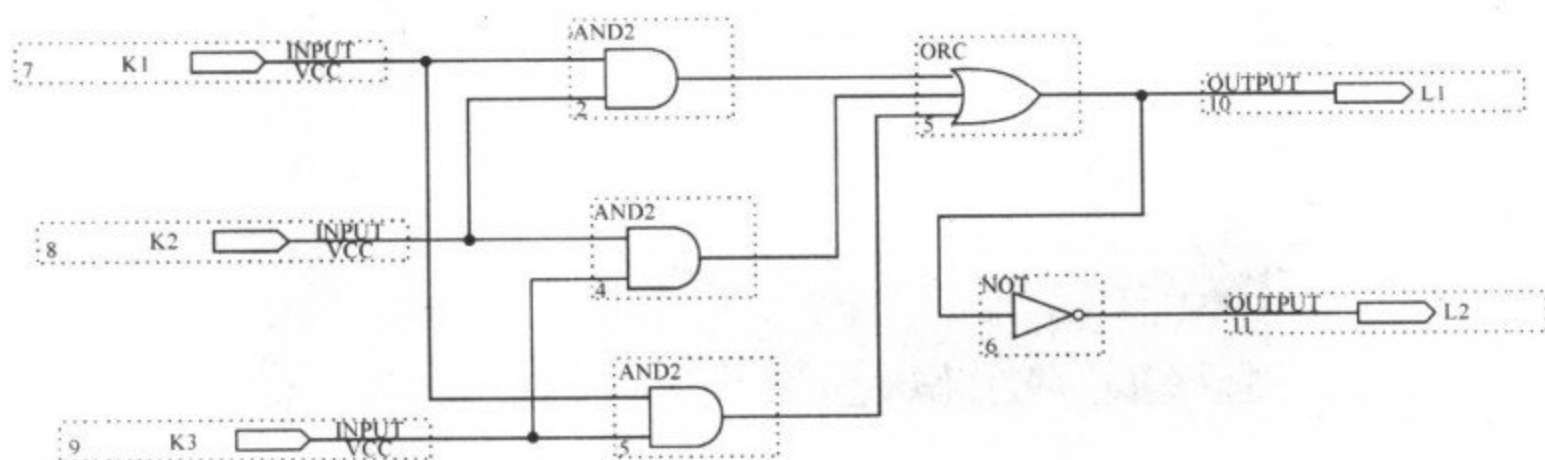

图 3-12 3 人表决器原理图
④ 在 Symbol Name 中输入 and2,点 OK,同样可以加入 or3,input,output,not,和 input、output,鼠标左键双击 PIN_NAME,那么 PIN_NAME 被选中,并且变黑,然后输入你要改的名字,如 K1、K2、K3、L1 和 L2,根据逻辑表达式绘制好的原理图如图 3-12 所示。